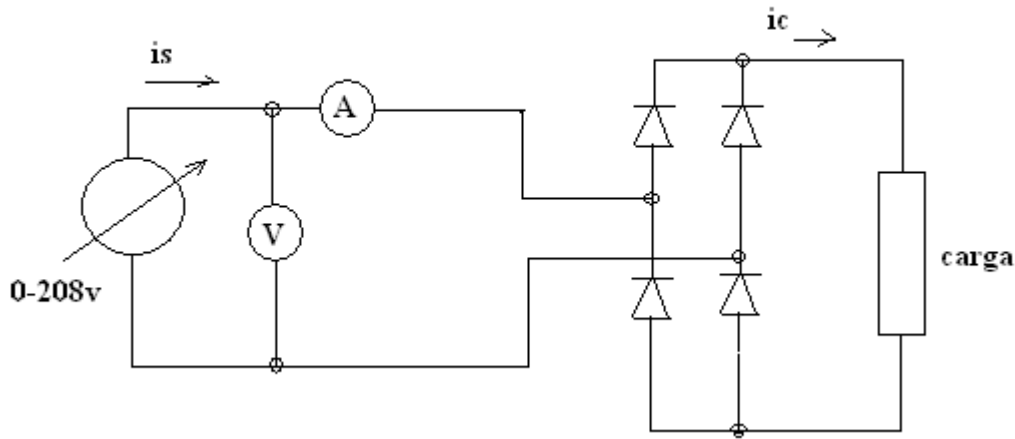

figura 2.3: Rectificador de onda completa monofásico.
En este caso se emplean cuatro diodos como se muestra en la figura 2.3. Al igual que antes, sólo son posibles dos estados de conducción, o bien los diodos 1 y 3 están en directa y conducen (tensión positiva) o por el contrario son los diodos 2 y 4 los que se encuentran en directa y conducen (tensión negativa).
1. Arme el siguiente circuito de la figura 2.3: